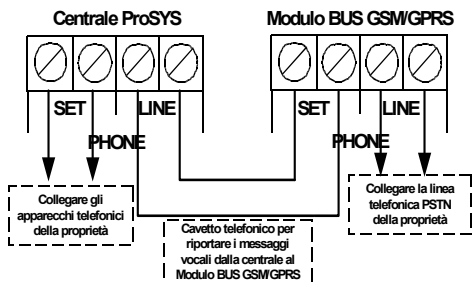
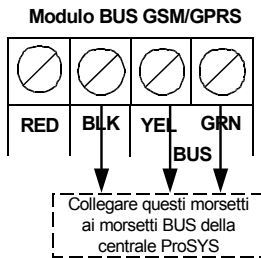

Figura 1. Cablaggio della linea telefonica tra il modulo BUS GSM/GPRS e la centrale ProSYS.
Figura 2. Collegamento BUS tra modulo BUS GSM/GPRS e centrale ProSYS
3. **Collegamento Modulo BUS GSM/GPRS.** Collegare la linea telefonica analogica (PSTN) in ingresso alla proprietà ai morsetti **PHONE LINE** del Modulo GSM/GPRS oppure al connettore opzionale RJ11 "Line". Collegare un cavetto telefonico tra i morsetti **PHONE SET** del Modulo GSM/GPRS e i morsetti **PHONE LINE** della centrale ProSYS (vedi figura 1 sotto). Collegare i morsetti BUS dal Modulo GSM/GPRS ai morsetti BUS sulla ProSYS (vedi figura 2 sotto).
NOTA: Se viene utilizzato il kit ProSYS 40 con il Modulo GSM/GPRS e il Modulo Vocale interattivo già installati (codice prodotto: RP140P145ITA), i collegamenti riportati nella figura 1 e 2 sono già effettuati dalla fabbrica.